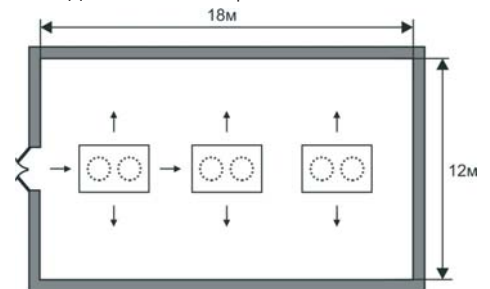

Рис. 5.2
3. Исходя из габаритов камеры и качественного воздухообмена необходимо три воздухоохладителя (Рис. 5.2);